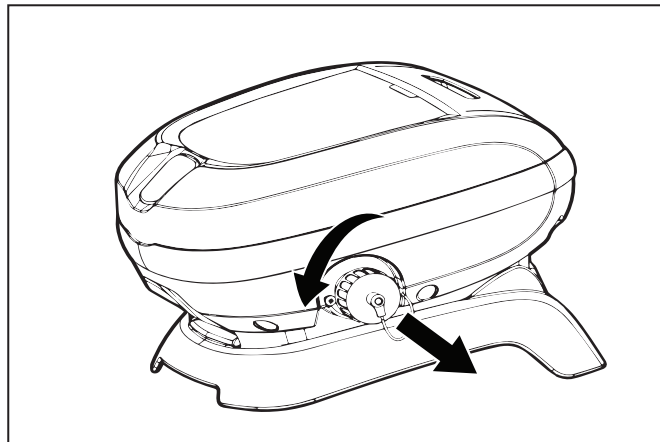

Figure 2. Retire la tapa protectora
2. Desatornille la tapa protectora del cable flotante del costado de la unidad de control girando en sentido contrario a las agujas del reloj (Figure 2).